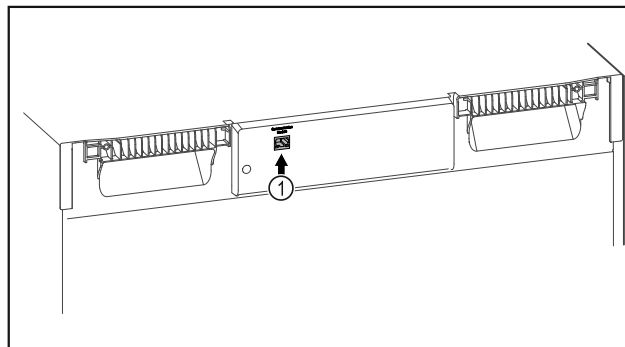

Fig. 107
- SmartModule Fig. 107 (1) inserito.